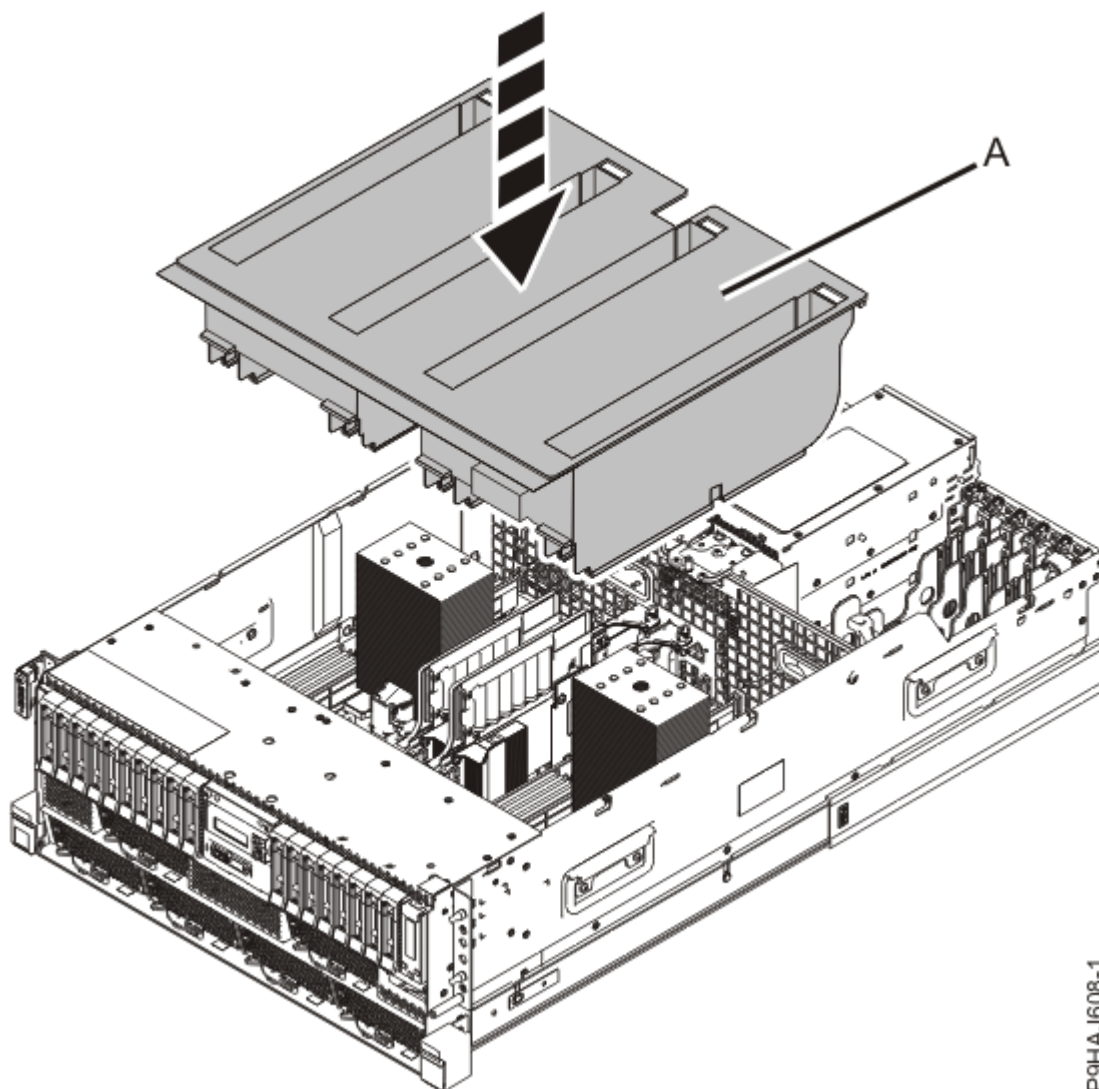

Figura 16. Sustitución del deflector de aire en un sistema montado en bastidor
7. Para un sistema montado en bastidor, sustituya el deflector de aire **(A)** directamente en el chasis, como se muestra en la Figura 16 en la página 18.